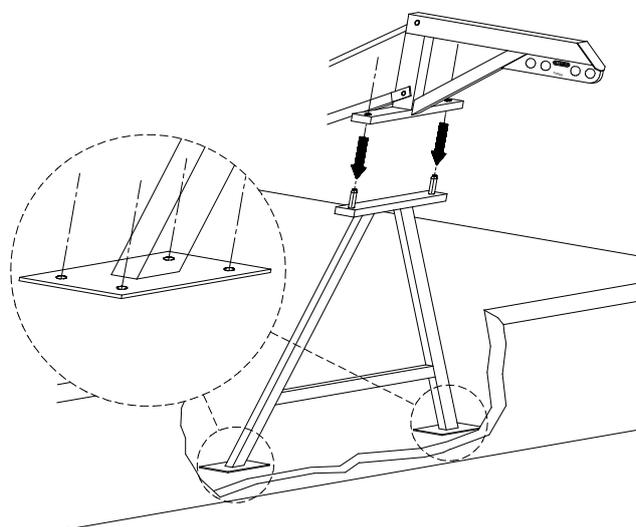

Fig. 2-1 Pescante con Caballete
El Caballete estándar de 1 m ref. 002.03 debe estar fijado al suelo, para lo que dispone en las patas de unas placas con 4 orificios cada una. (Ver Fig. 2-1).
El Pescante se introducirá en los bulones situados en el Caballete. (Ver Fig. 2-1).